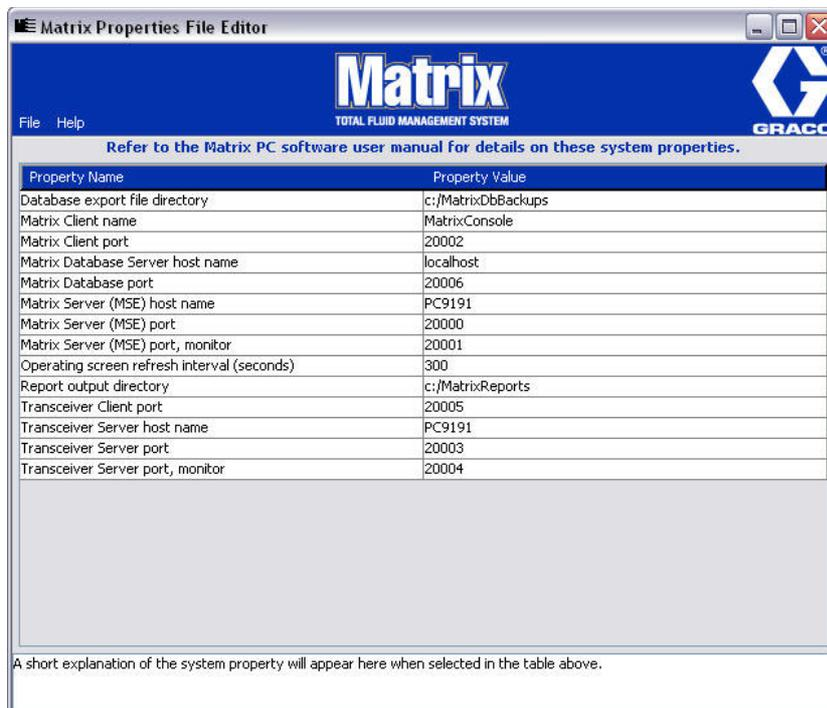

ABB. 23
- Der Editor erscheint als zweiseitige Liste mit Systemeigenschaften, wobei die Bezeichnung der Eigenschaften links und ihre bearbeitungsfähigen Werte rechts aufgeführt sind (ABB. 23). Wenn Sie eine Eigenschaft durch Anklicken auswählen, zeigt der untere Bereich des Fensters grundlegende Informationen zu dieser Eigenschaft an.